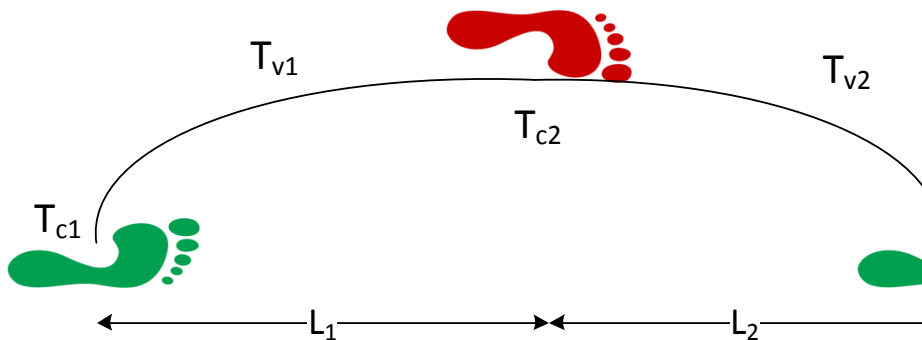

Abb. 100 – Berechnung der Beschleunigung
- **Beschleunig. [m/s²]:** Abweichung der Geschwindigkeit der 2 vorhergehenden Schritte (siehe Abb. 100)